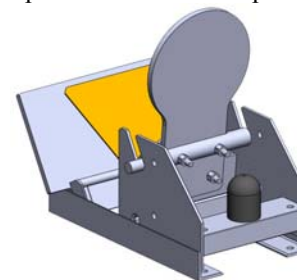

Рис.3. Схема установки защитного экрана и языка с противовесом и сигнальным флажком в раму мишени.
6.6. Установить в раму 5 защитный экран 1 и язык в сборе в соответствии с рис. 3.
6.7. Установить в раму 3 язык 2 в сборе в соответствии с рис. 3.